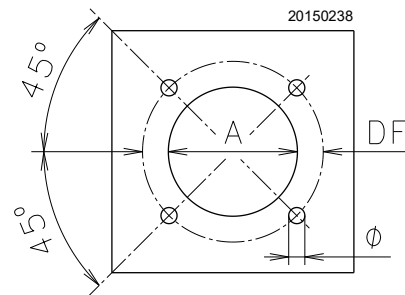

Рис. 14
Просвердліть пластину камери згоряння, як показано на Рис. 14. Положення нарізних отворів можна визначити за допомогою теплоізоляційного екрану, що постачається разом з пальником.
- Установіть пальник у попередньо підготовлений отвір котла (Рис. 14) і зафіксуйте його гвинтами з комплекту постачання.